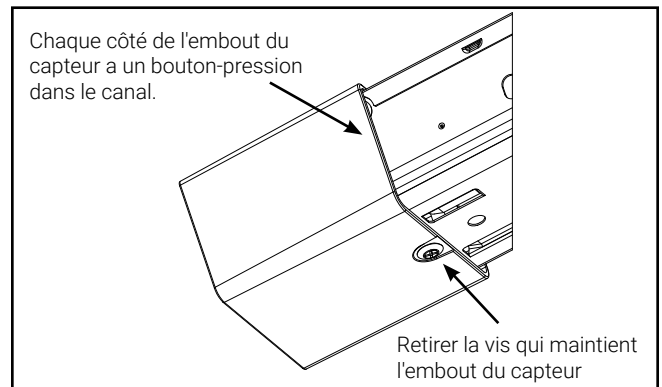

Figure 1.
3. Si le projecteur est déjà équipé d'un embout de capteur, retirez l'embout de capteur (Figure 1) avant de retirer le couvercle.